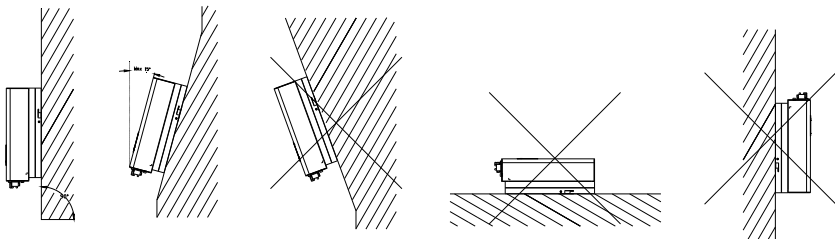

图 4.1 安装方式
- ① 本设备采用自然风对流方式冷却，有室内、室外两种安装方式。
- ② 请根据图 4.1 指引安装设备。推荐垂直地面安装，允许最大向后倾斜 15° 安装，不要水平或倒过来安装。
- ③ 为了便于查看 LCD 显示板及维修，请在与视线平齐的地方安装设备。
- ④ 安装前请确认墙壁有足够的强度能够固定螺丝及承受设备的重量；请确保设备的挂板安装妥当。